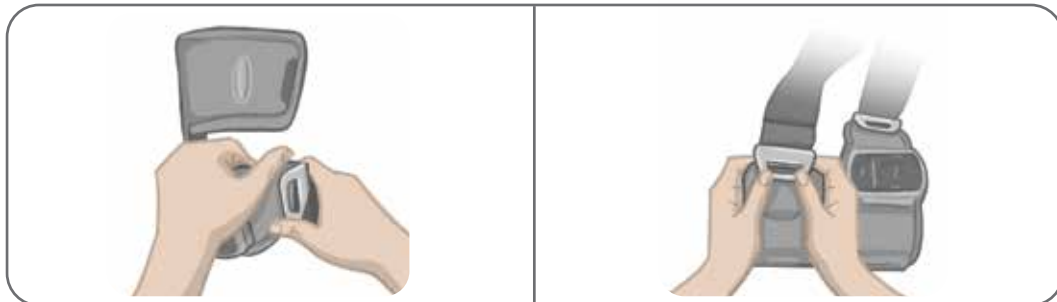

Figura 8-14: Reatașarea benzilor pentru coapsă
2. Împingeți catarama benzii cu degetele mari către bandă (dinspre jambiera Thigh). Consultați Figura 8-14.